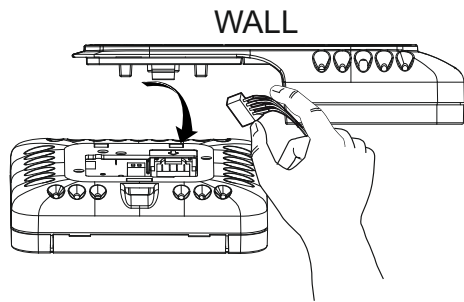

Fig. 8
7. присоедините обратно 4х штырьковый разъем (Рис.8);
7. plug the 4-pin connector back in (Fig. 8);